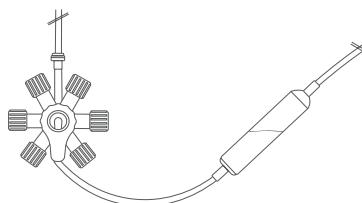

Fig. 1. Predisposizione della camera di gocciolamento
8. Tenere la camera di gocciolamento (8) inclinata e rivolta verso il basso e posizionarla allo stesso livello di RondelO, aprire la roller clamp (9) del set EV e riempire la camera di gocciolamento come illustrato nella Fig. 1.